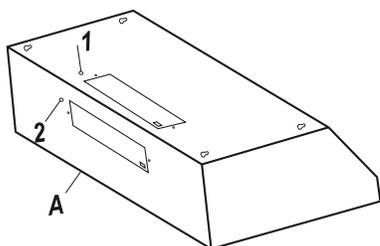

Fig. 9
- Choisir le trou défonçable du câblage électrique approprié à enlever selon votre type d'installation. Utiliser le trou supérieur (1) pour une installation de ventilation par le dessus et le trou arrière (2) pour une installation de ventilation par l'arrière. Voir Fig. 9.